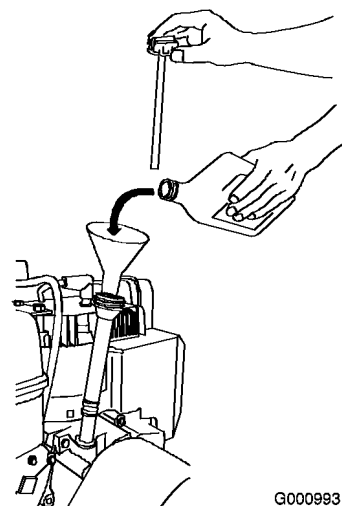

Figura 12
1. Togliete l'asta di livello e versate **lentamente** l'olio nel tubo di riempimento fino a portarne il livello al segno di pieno (Full) sull'asta. **Non riempite troppo** (Figura 12).